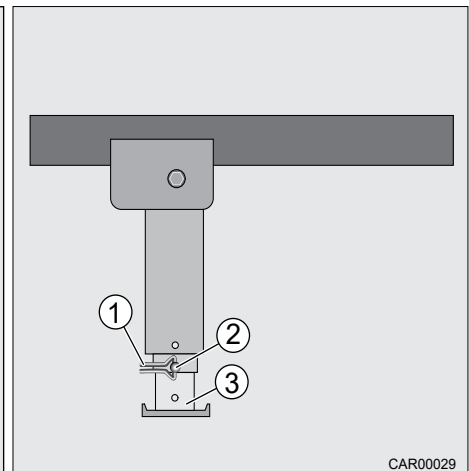

Fig. 37 Béquille arrière à manivelle Fiat
3. Retirer la clé à douille (Fig. 37, pos. 1) du boulon (Fig. 37, pos. 2).
4. Tirer le boulon (Fig. 37, pos. 2) hors du prolongement du pied d'appui (Fig. 37, pos. 3).
5. Sortir le prolongement du pied d'appui (Fig. 37, pos. 3) sur la longueur souhaitée.
6. Enficher l'axe (Fig. 37, pos. 2) dans le prolongement du pied d'appui (Fig. 37, pos. 3) et le bloquer avec la pince de sécurité (Fig. 37, pos. 1).
2. Retirer la clé à douille (Fig. 37, pos. 1) du boulon (Fig. 37, pos. 2).
3. Tirer le boulon (Fig. 37, pos. 2) hors du prolongement du pied d'appui (Fig. 37, pos. 3).
4. Glisser le prolongement du pied d'appui (Fig. 37, pos. 3) complètement à l'intérieur et enficher l'axe (Fig. 37, pos. 2) dans l'alésage.
5. Sécuriser le boulon (Fig. 37, pos. 2) avec la pince de sécurité (Fig. 37, pos. 1).